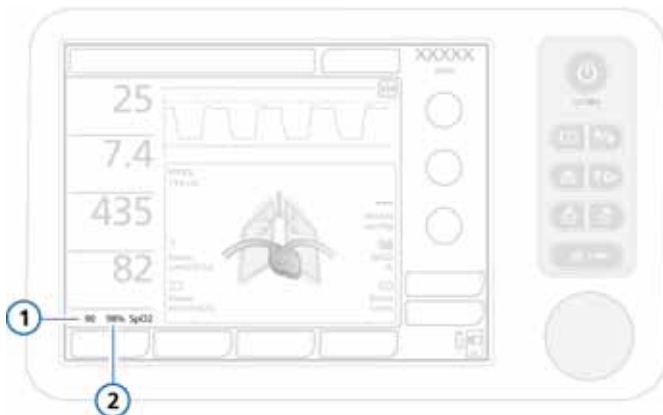

図 J-5. 基本画面の SpO2 データ
SpO2 モニタリングが ([システム] > [センサ] > [オン / オフ] ウィンドウで) 有効になっている場合、SpO2 低下アラームリミットおよび SpO2 測定値は、図 J-5 に示すように、MMP リストの下に常に表示されます。
- ・ SpO2 モニタリングが（[システム] > [センサ] > [オン/オフ] ウィンドウで）有効になっている場合、SpO2 低下アラームリミットおよび SpO2 測定値は、図 J-5 に示すように、MMP リストの下に常に表示されます（セクション J.4.2）。
SpO2 モニタリングが ([システム] > [センサ] > [オン/オフ] ウィンドウで) 有効になっている場合、SpO2 低下アラームリミットおよびSpO2 測定値は、図 J-5 に示すように、MMP リストの下に常に表示されます (セクション J. 4. 2)。